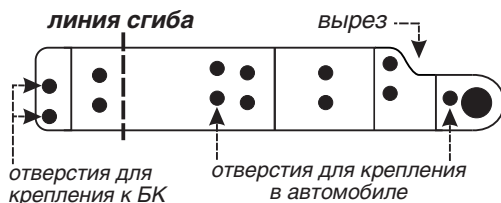
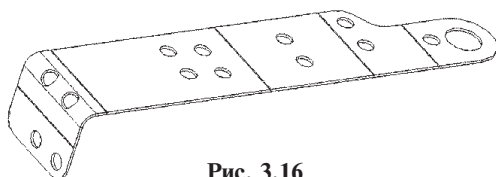

Рис. 3.15
Рис. 3.16
8. Бортовой компьютер устанавливается на двух кронштейнах. Кронштейн, внешний вид которого приведен на рис. 3.15, представляет собой металлическую пластину.
9. Согните пластины по линии сгиба, рис. 3.15, под прямым углом, как показано на рис. 3.16, согните кронштейны в противоположные стороны (зеркально), учитывайте, что кронштейны будут устанавливаться один с правой, другой с левой стороны.